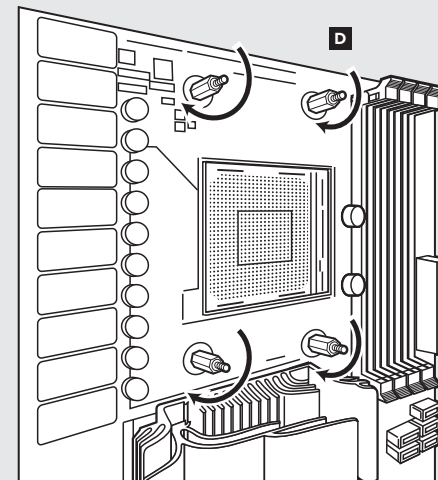

figure 2
- Befestigen Sie den im Lieferumfang enthaltenen AMD-Abstandhalter. (abbildung 2)
- Ziehen Sie alle vier Schrauben fest. (abbildung 2)
- Прикрепите входящую в комплект опору AMD. (Рис. 2)
- Хорошо затяните все четыре винта. (Рис. 2)
- Remove the Intel mounting bracket. (figure 2)